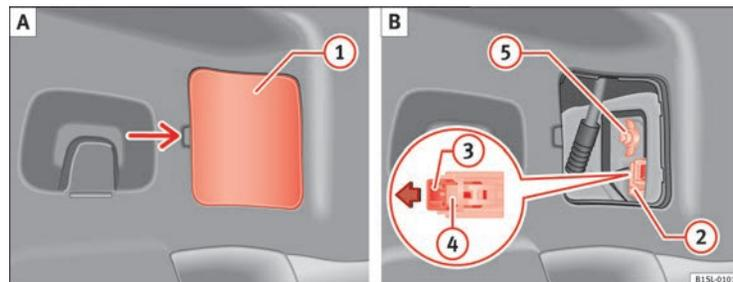

Fig. 148 Nella parte laterale del bagagliaio: A: Smontare la copertura, B: Smontaggio dei gruppi ottici posteriori.
3. Staccare la copertura ① con attenzione facendo leva ⇒ fig. 148 A.
4. Tirare il blocco ③ nel connettore ② nella direzione della freccia ⇒ fig. 148 B. Usare il cacciavite degli attrezzi di bordo.
5. Premere lo scatto ④ ed estrarre il connettore ② ⇒ fig. 148 B.
6. Svitare il dado a farfalla ⑤ ⇒ fig. 148 B.
13. Tenere fermo con una mano il fanale nella posizione di montaggio e avvitare il dado a farfalla con l'altra mano ⑤ ⇒ fig. 148 B.
15. Inserire il connettore ② nel portalampada e premere il bloccaggio ③ nel connettore nella direzione opposta a quella indicata dalla freccia ⇒ fig. 148 B.